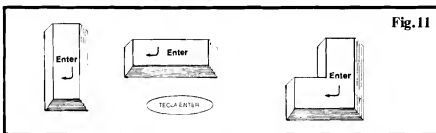

Fig. 11
- FIG. 11 - A TECLA "ENTER" - Sempre em um dos formatos ou marcações inostrados na figura, essa é a tecla mais frequentemente usada (entre as especiais...). Funciona também como um "retorno de carro" em máquina de escrever, mas tem, num PC, a função de "mandar fazer", ou seja, avisar o computador para executar o comando eventualmente já digitado (e mostrado na forma de uma linha, na tela do monitor...).